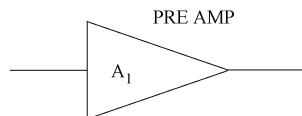

图3-37 电路图中英文标注示意图
- 4) 一些整机电路图中会有许多英文标注,能够了解这些英文标注的含义,对识图是相当有利的。在某型号集成电路附近标出的英文说明就是该集成电路的功能说明,如图3-37所示是电路图中英文标注示意图。